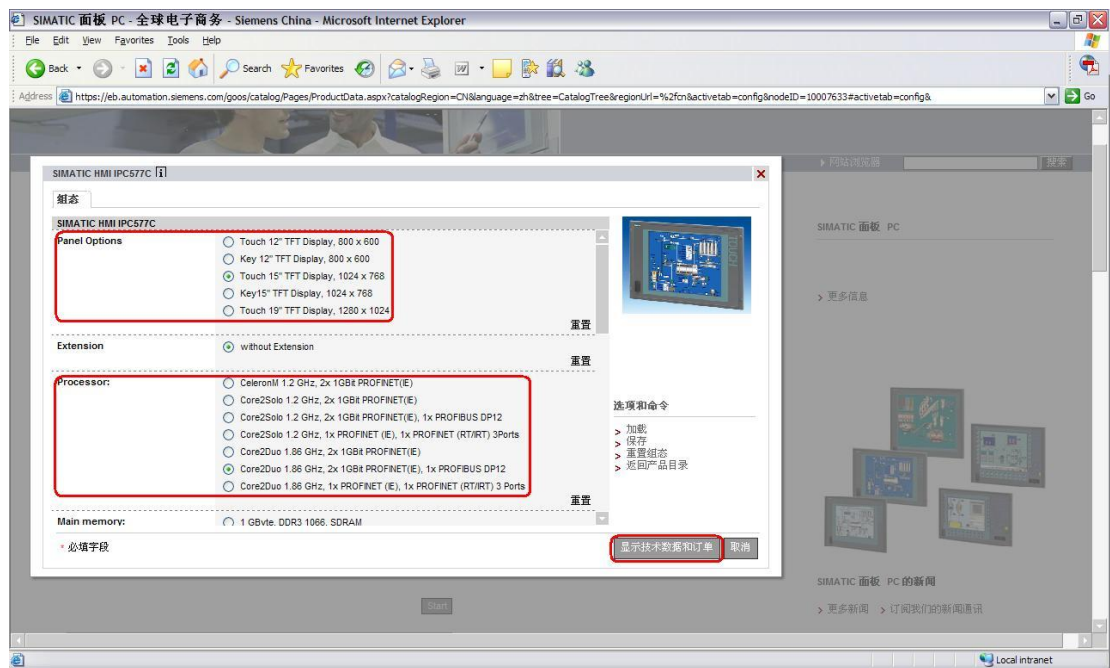

图 7
(B) 在“组态”中根据需求选择相应的硬件配置，选择“重置”可以修改所选配置，如图 7 所示。